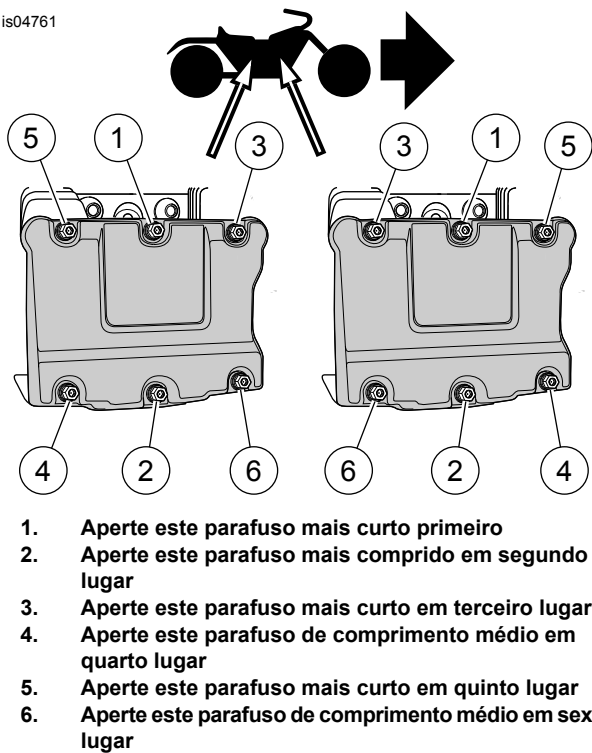

Figura 11. Comprimentos e sequência de aperto dos parafusos da tampa do balancim
15. Coloque uma arruela lisa cromada (8) nos três parafusos curtos (5), nos dois parafusos médios (6) e no parafuso comprido (7) do kit. Aplique algumas gotas de LOCTITE 243 (azul) nas roscas de cada parafuso. Aperte os três parafusos curtos da tampa do balancim no lado esquerdo do motor, um parafuso comprido na posição central do lado direito e dois parafusos médios nas posições da extremidade do lado direito. Aperte os parafusos com torque de 20,3–24,4 N·m (15–18 ft-lbs) na seqüência mostrada na Figura 11.